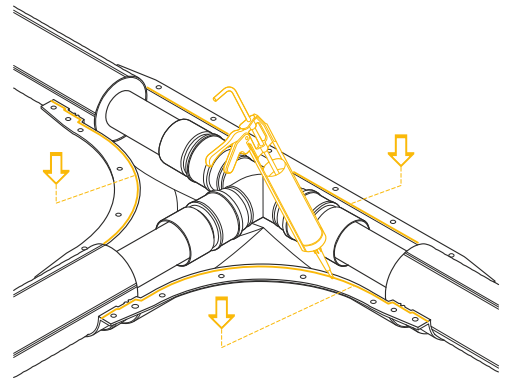

Рис. 4.7.4
4. Нанести герметик на нижнюю половину защитного кожуха по линии последующего соединения с верхней половиной (рис. 4.7.4).